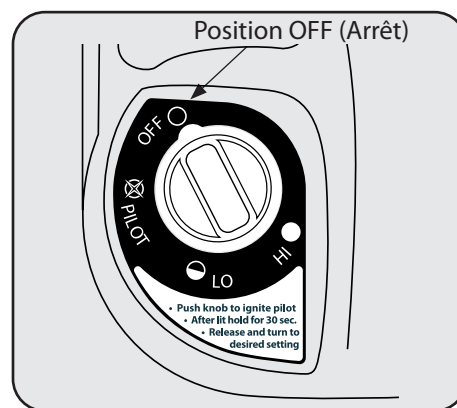

Figure 1
1. Assurez-vous que le bouton de commande quatre positions est à la position « OFF » (voir figure 1).
1. Assurez-vous que le bouton de commande à quatre positions est à la position "OFF (Arrêt)". Voir Figure 1.
- Inspectez visuellement la flamme de la veilleuse et le brûleur régulièrement au cours de l'utilisation. La flamme de la veilleuse doit être bleue, et non jaune, et s'étendra au thermocouple. La flamme doit entourer le thermocouple juste en dessous de son extrémité (voir Figure 1).